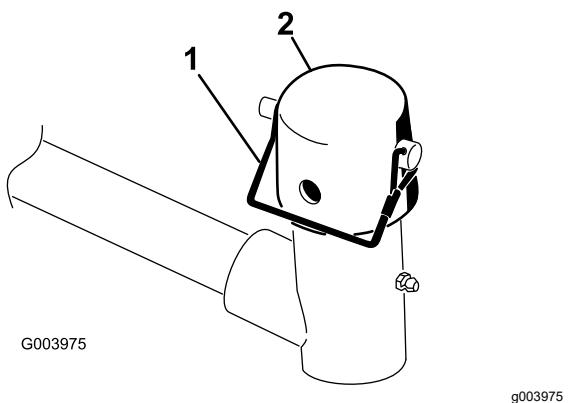

Рисунок 9
7. Снимите с поворотной втулки подъемного рычага шплинт и стопорный штифт с головкой и отверстием и со шнуром . Затем снимите крышку (Рисунок 9).
- 11. Прикрепите крышку и ось несущей рамы к втулке подъемного рычага с помощью стопорного штифта (Рисунок 9).